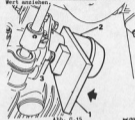

Abb. G.15
- Werkzeug 18G 1240 mit erhöhter Seite gegen das Innengelenk einführen und zwischen Gelenk und Achsantriebsdeckel treiben, wobei der Block neben den Deckelbolzen zu liegen kommt, siehe Abb. G.15.
- Werkzeug in Richtung Achsantrieb wie vom Pfeil signiert einmal sofort anlehnen um das Gelenk zu lösen, 3. Abb. G.15.